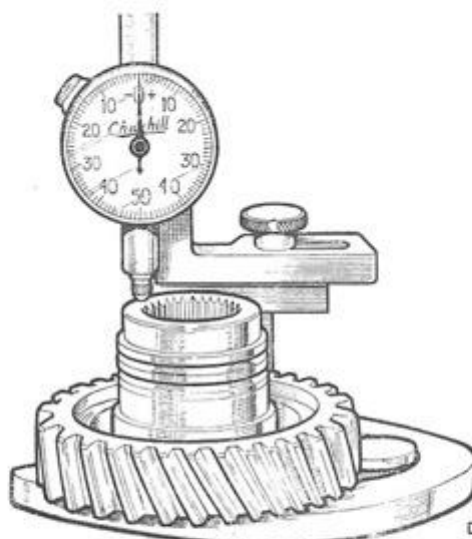

Fig. Aa.16
- 31) Anbring indgangshjulet på en mærkeplade eller på værktøj 18G191A og brug måleren 18G191 til opnåelse af en middelaflæsning. Stil måleren på nul som vist på fig. Aa.16.